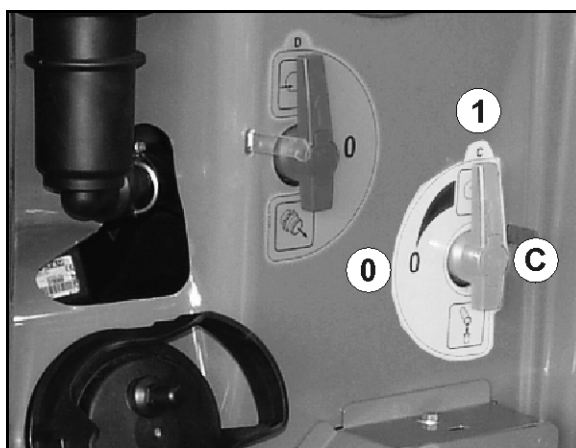

Fig. 53
- Piciorul de sprijin coborât (Fig. 53) în cazul mașinii decuplate.